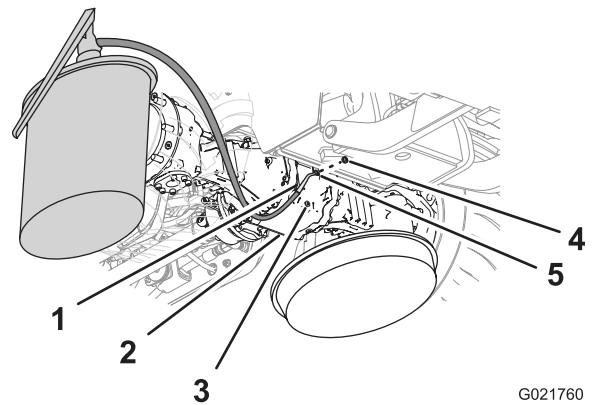
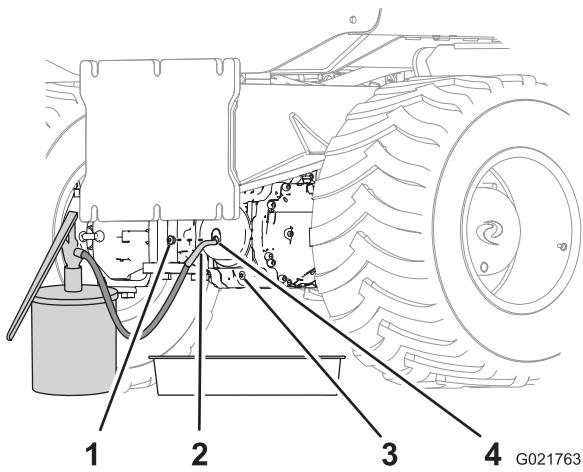

Figure 70
Figure 71
5. Placez un des bouchons dans l'orifice de vidange (Figure 70 et Figure 71).
- Versez l'huile spécifiée dans le logement de pignon et le pont par le regard, jusqu'à ce que le niveau atteigne les filets au bas de l'orifice (Figure 70 et Figure 71).
- Placez le bouchon restant dans le regard du logement de pignon (Figure 70 et Figure 71).